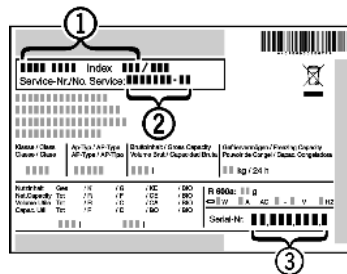

Fig. 20
► Relever la désignation de l'appareil Fig. 20 (1), le n° de service Fig. 20 (2) et le n° de série Fig. 20 (3) sur la plaquette signalétique. Cette plaquette se trouve sur la paroi intérieure gauche de l'appareil.
► Informer le S.A.V. et lui communiquer la panne, la désignation de l'appareil Fig. 20 (1), le n° de service Fig. 20 (2) et le n° de série Fig. 20 (3).